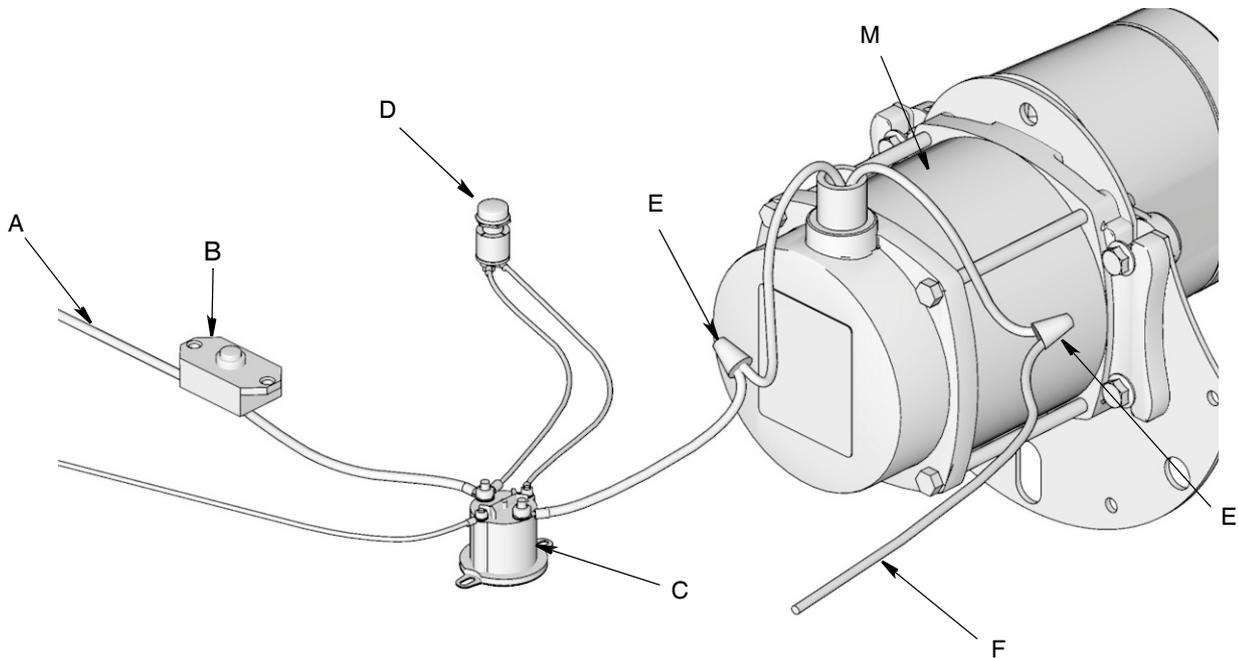
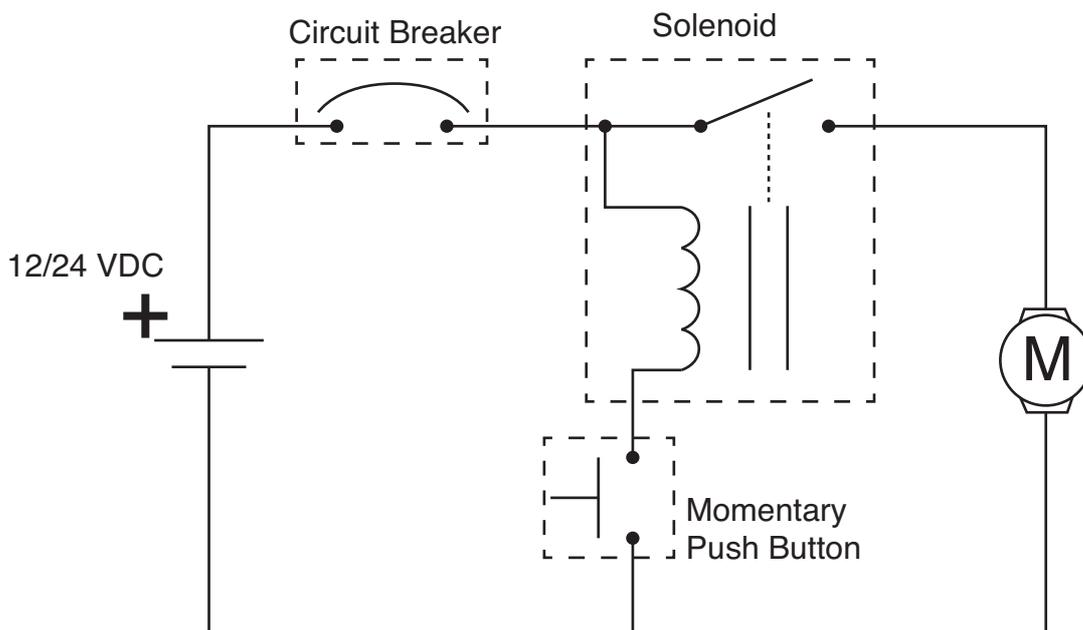

ABB. 8
ABB. 9
2. Schaltplan in ABB. 8 und Stromlaufplan in ABB. 9 befolgen.